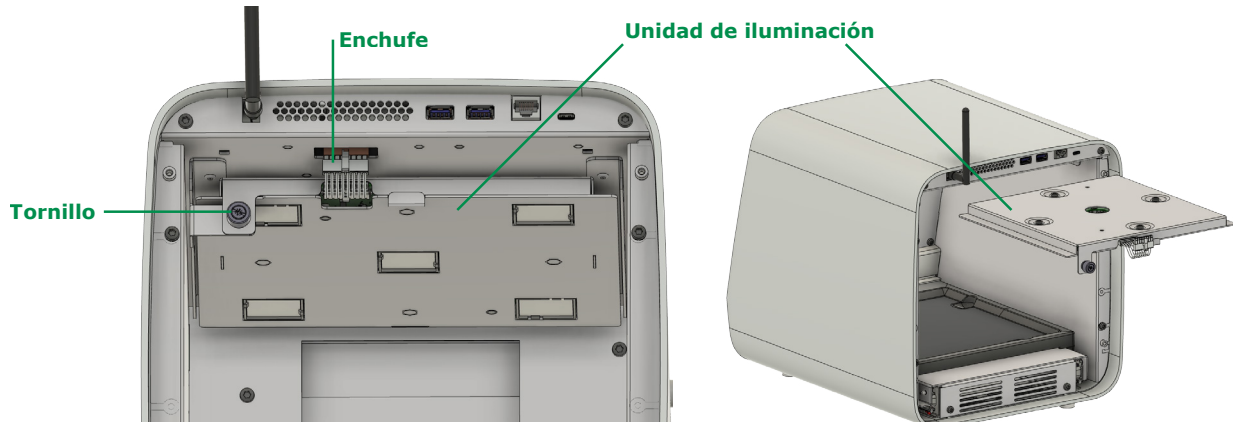

Figura 10.3: Sustitución de la unidad de iluminación
- 6) Si una o todas las fuentes de luz no funcionan, o la iluminación parece oscura en un lado, es posible que haya que sustituir la unidad de iluminación (véase el apartado 10.4). En caso de que una unidad de iluminación sustituida siga oscura después de haberla sustituido, verifique que el conector de encendido de la unidad esté enchufado (véase la figura 10.3) y que la tapa posterior **B7** esté correctamente cerrada.
- 5) Desenchufe cuidadosamente el cable denominado 'Power connector' ('Conector de alimentación') en la figura 10.3.